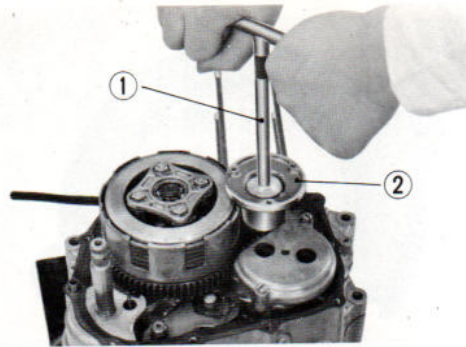

Fig. 56 Dépose de l'écrou de blocage
- 3) Dévisser l'écrou de 6mm et déposer le rotor de filtre à huile. (Fig. 56)